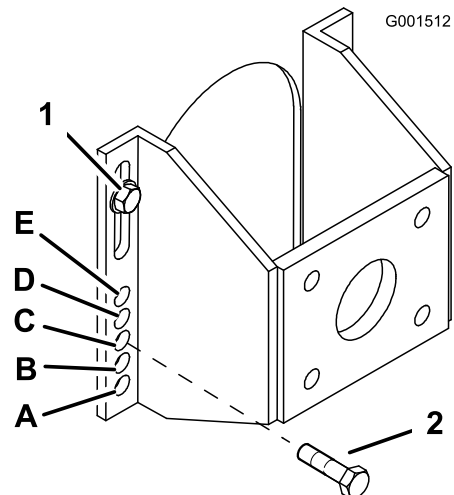

Figura 16
5. Afloje, sin retirarlos, los 2 pernos superiores del eje (Figura 16).
6. Retire los 2 pernos inferiores del eje (Figura 16).
7. Eleve o baje el soporte de montaje para poder instalar los 2 pernos de ajuste del eje en el taladro deseado (Figura 16).